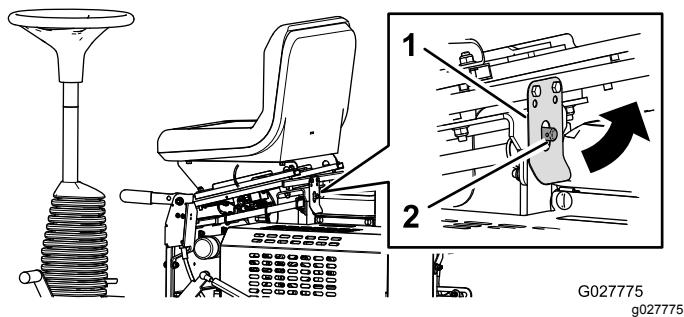

Рисунок 19
- Оттяните защелку сиденья и наклоните сиденье вперед (Рисунок 19).